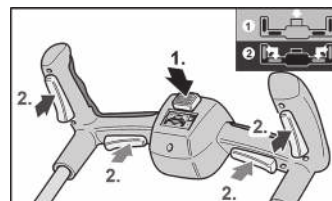

Рис. 3
Включение (Рис. 3)
Удерживая рукоятку двумя руками, немного наклоните газонокосилку, чтобы поднялась ее передняя часть. Нажмите на кнопку (1) (Рис. 3) предохранителя и прижмите рычаги включения (2) (Рис. 3) к рукоятке. Переведите газонокосилку в рабочее положение.